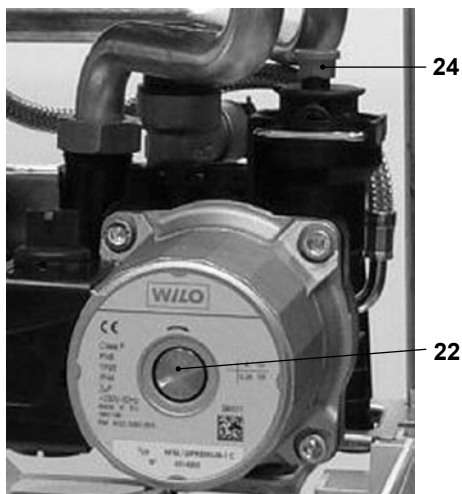

Fig. 6.2
- Afloje el tapón de la válvula de purga automática 24 en Fig. 6.2.
- Quite el tapón 22 en Fig. 6.2 y desbloquee la bomba girando el rotor con un destornillador. Purgue la bomba durante esta operación.